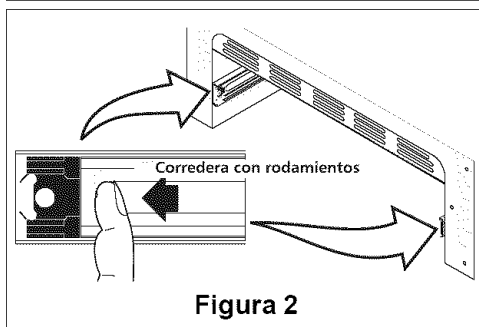

Figura 2
2. Tire de las correderas de los cojinetes hacia la parte delantera de la corredera del chasis (ver Figura 2).